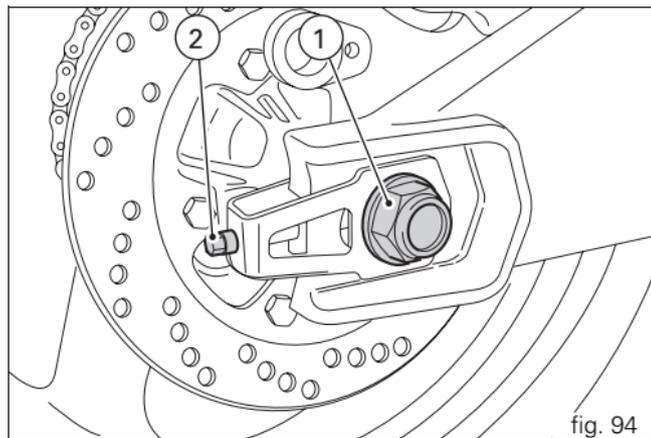

fig. 94
Pour régler la tension, desserrer l'écrou (1, fig. 94) de l'axe de roue, visser la vis (2) de la même quantité (tourner dans le sens des aiguilles d'une montre) des deux côtés du bras oscillant pour augmenter la tension ou la dévisser pour diminuer la tension. Dans ce dernier cas, il faut pousser la roue vers l'avant.